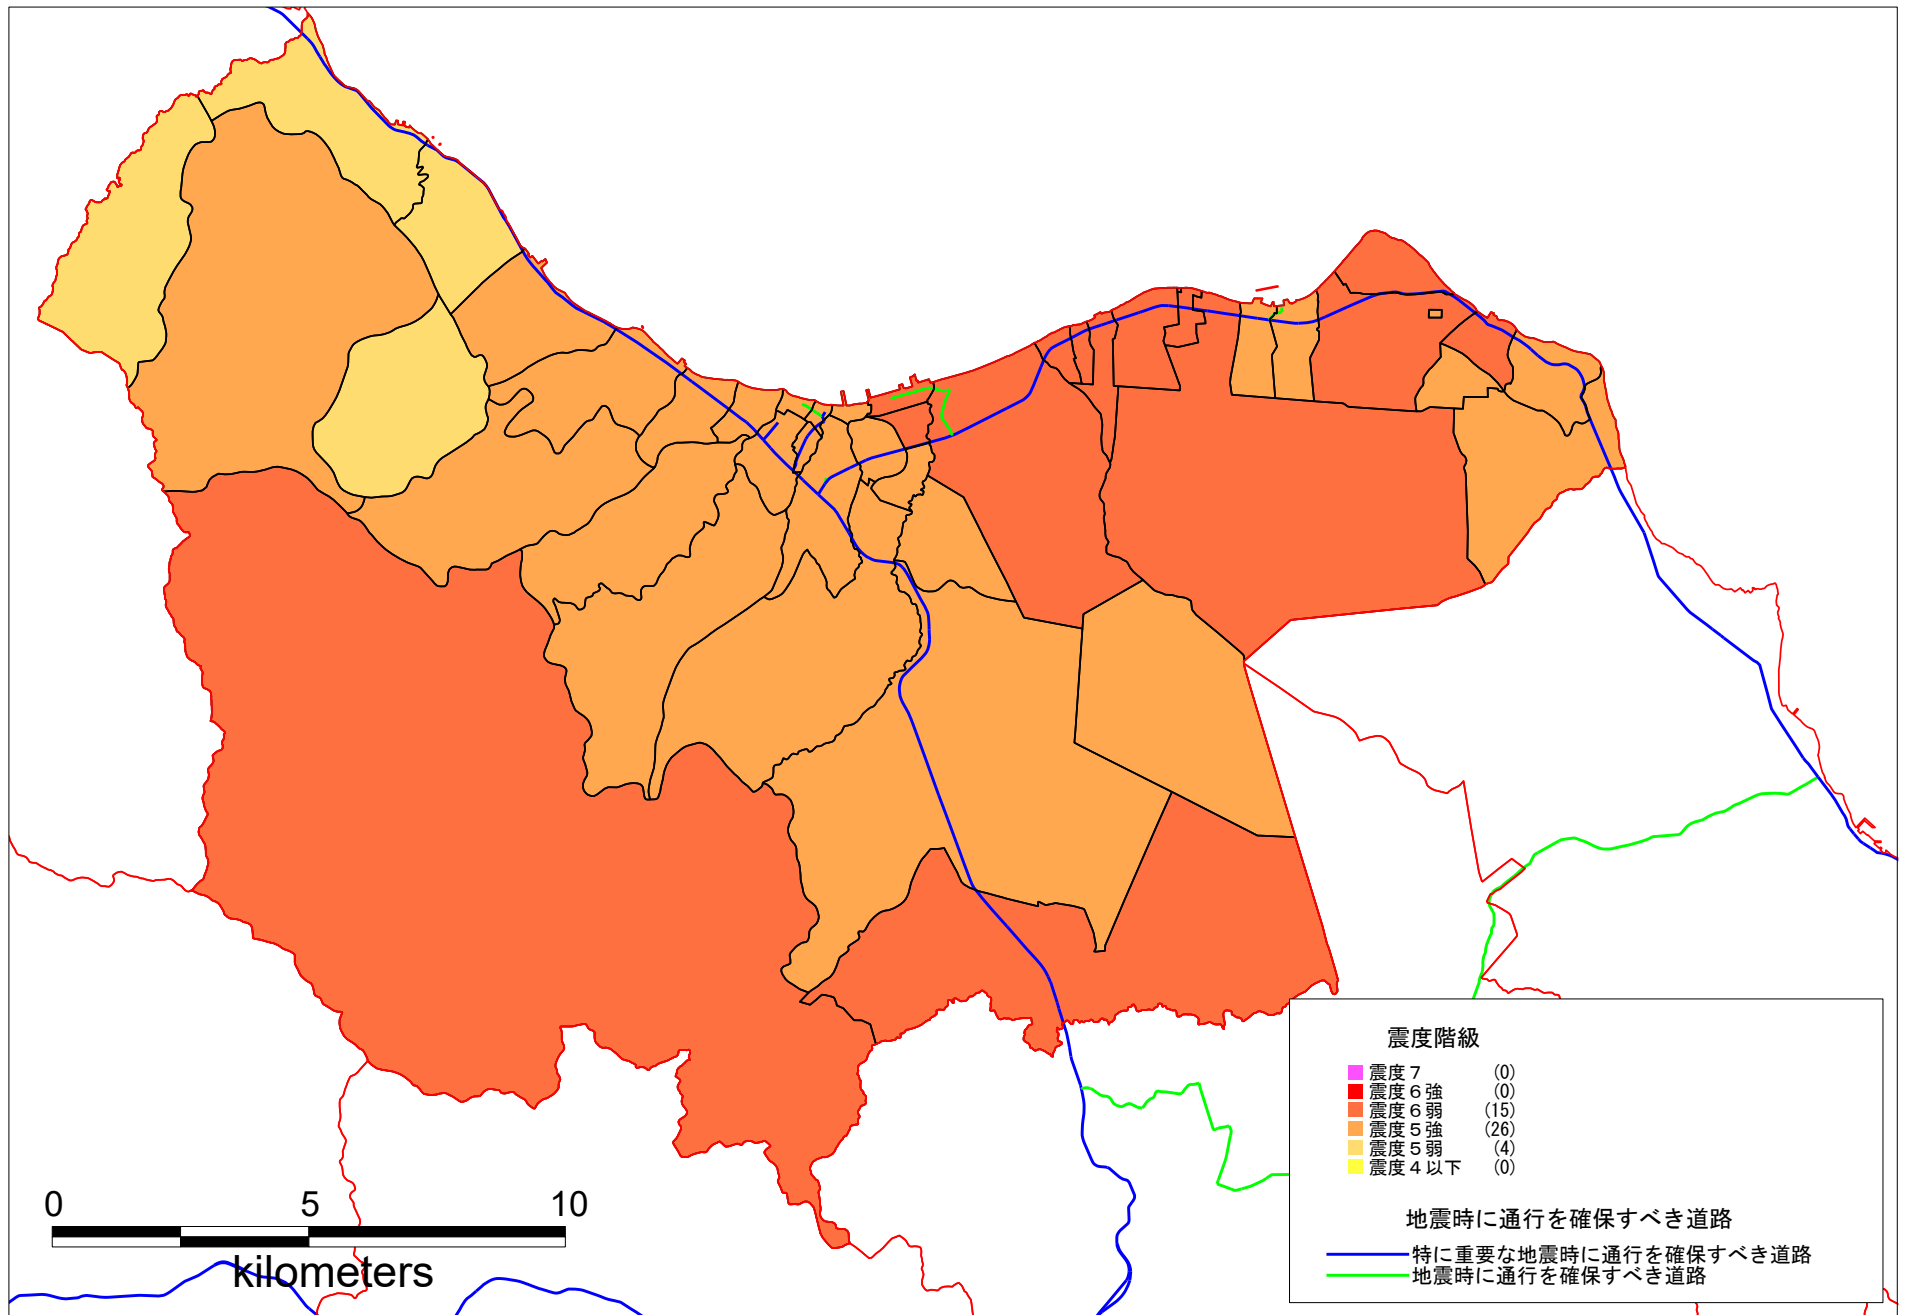

図4 函館平野西縁断層帯による地震（森町）
- ② 内陸活断層である地震調査研究推進本部の地震で最大震度となる地震の揺れやすさマップを図4に示します。